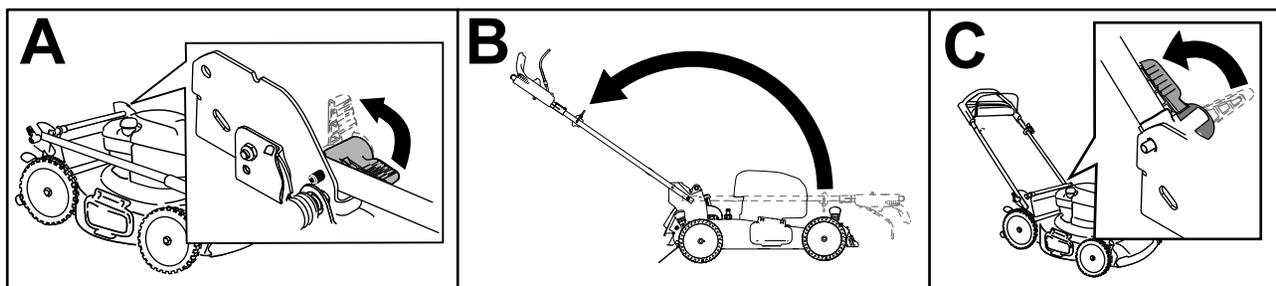

Рисунок 3
1. Разблокируйте рукоятку (вид А на Рисунок 3).
2. Переместите рукоятку назад в рабочее положение (вид В на Рисунок 3).
4. Включите фиксатор рукоятки так, чтобы штифт встал на место со щелчком и закрепил рукоятку в рабочем положении (вид С на Рисунок 3).